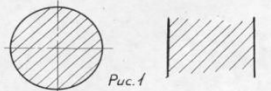

Рис. 1
1. Как наносят размеры на заштрихованных частях изображения? Нанесите на чертеж размеры диаметра вала и толщины стенки (рис. 1, М20).